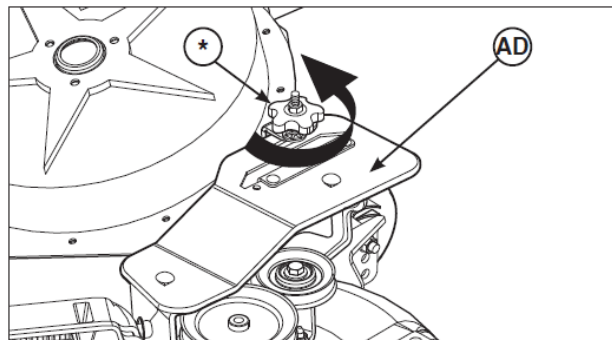

図 36
6. ブロワーベルトカバー (図 36 の AD) 上のノブ (*) を緩めてください。